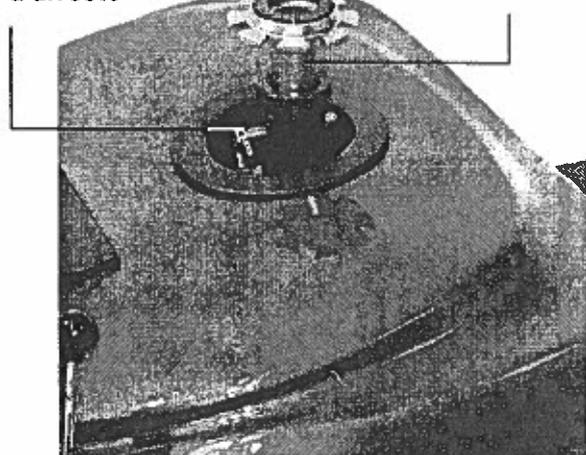

Figura 12: regolazione del sedile in altezza
2. Usare l'anello attaccato al perno d'arresto per rimuoverlo dall'attacco del sedile regolabile. Vedere figura 12.